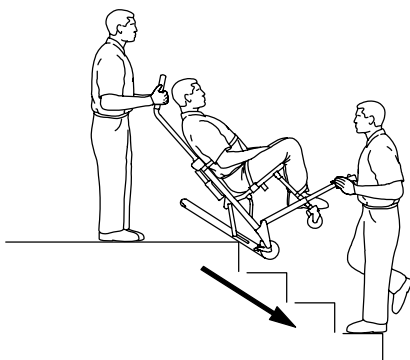

Figura 10 – Agganciare il primo gradino con il cingolo
7. Entrambi gli operatori: mantenendo l'angolo, accompagnare la sedia oltre il bordo delle scale. Lasciare che il sistema **Stair-TREAD** si agganci al primo gradino (Figura 10).